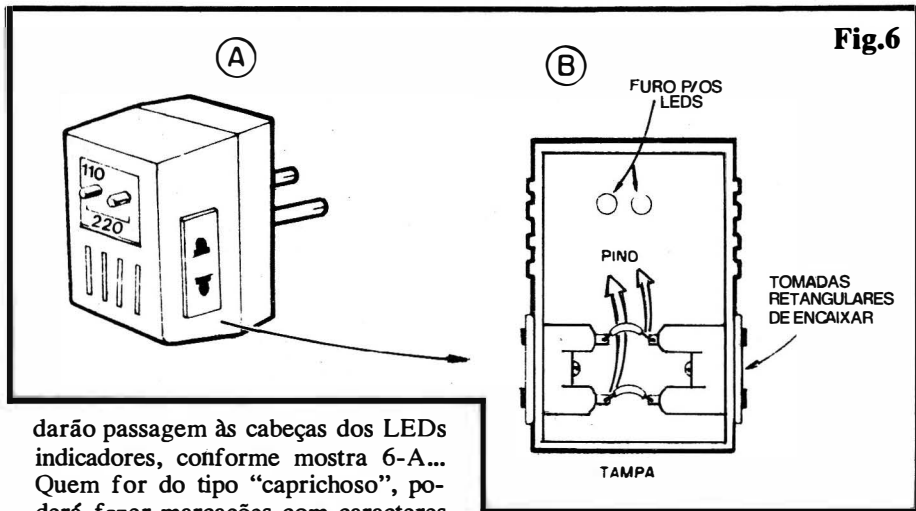

Fig.6
- FIG. 6 - O EXTERIOR DA CAIXINHA, AS TOMADAS... - Dois furos (diâmetro um "tiquinho" maior do que os 5 mm dos LEDs) cuidadosamente posicionados na tampa da caixinha,